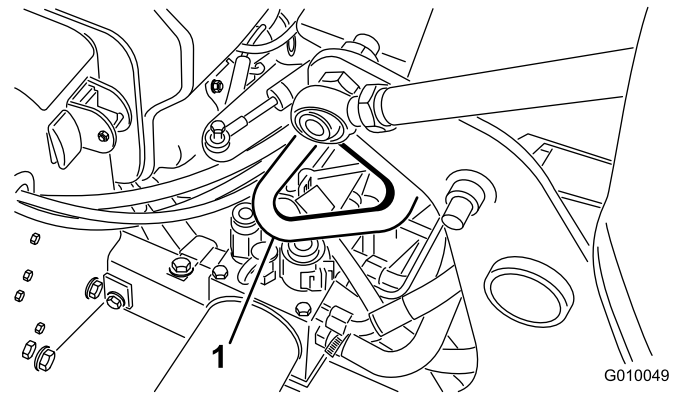
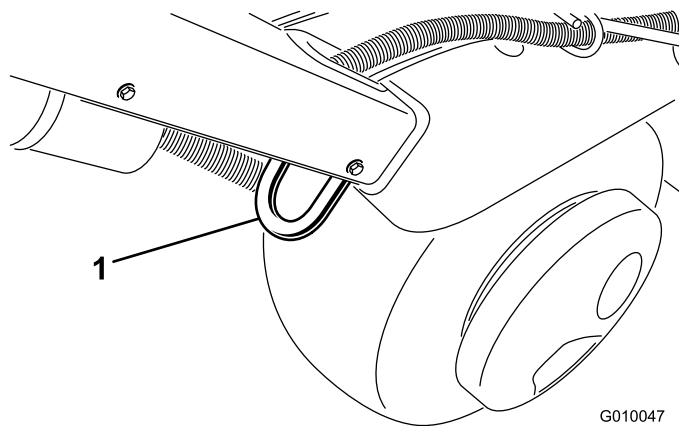

Figura 34
Figura 32
3. Prenda muito bem os pontos de fixação do arejador (Figura 32 a Figura 34) ao atrelado ou carrinha com tiras, correntes, cabos ou cordas.